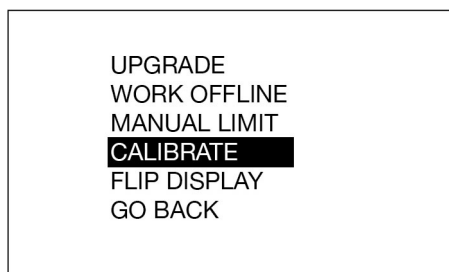
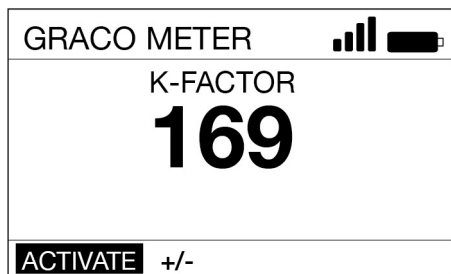

Рис. 20
Рис. 21
4. Выберите опцию CALIBRATE (КАЛИБРОВКА), (Рис. 20) чтобы отобразить экран коэффициента калибровки, см. Рис. 21.
5. Выберите пункт АКТИВИРОВАТЬ (ACTIVATE) и нажмите кнопку ВВОД, чтобы начать калибровку раздаточного клапана с расходомером (Рис. 21).
6. Произведите подачу одной (1) кварты или одного (1) литра материала в чистую откалиброванную лабораторную колбу.